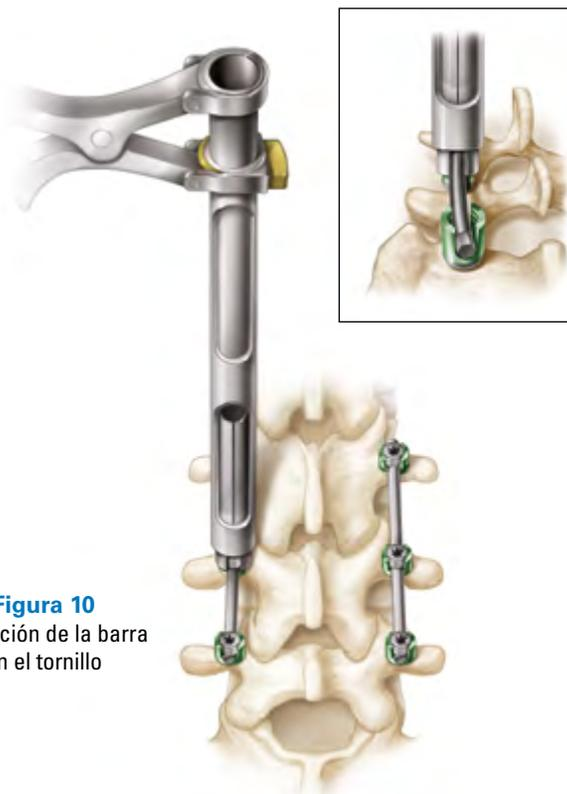

Figura 10
- 3) El **bajabarras cilíndrico** (05-059-16-0000) consta de un paso previo: presionar la pistola hasta la marca o hasta oír el primer clic. A continuación, posicionar sobre la cabeza del tornillo apretando el mango de pistola para reducir la barra (Figura 10).